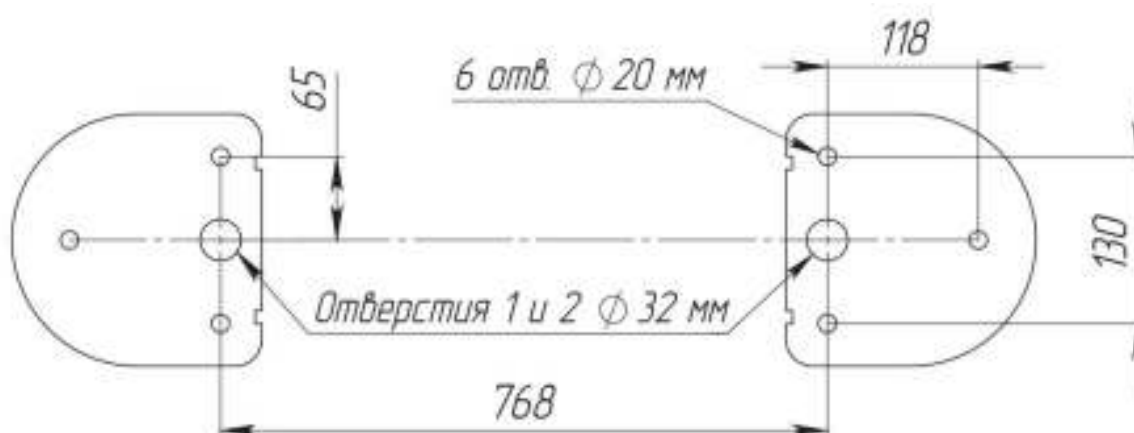

Рис. 7 Установочные размеры
4.2.3. По установочным размерам (рис. 7), подготовьте 6 отверстий диаметром 20мм в полу под анкеры крепления стойки турникета. Расположение монтажных отверстий относительно внешних габаритов турникета представлено в Приложении 4. Глубина закладного отверстия должна превышать длину анкера на 5мм. Вставьте анкеры в отверстия.
4.2.4. Подводка кабелей производится через отверстие 1 или 2 (рис. 7) в нижних плитах стоек турникета.
4.2.8. Заведите в корпус турникета кабели от ПУ, БПи, при необходимости, кабели СКУД и ОПС. Подводка кабелей производится через отверстия 1 или 2 в нижних плитах стоек. В верхней части – через отверстие диаметром 32 мм, показанное на (рис. 7). Закрепите кабели кабельными стяжками.